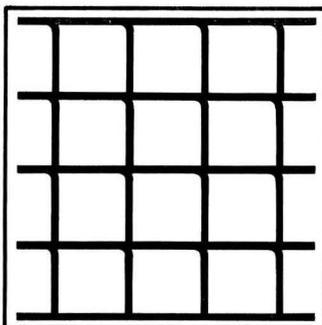

Fig. 42. — Décrochage des barres verticales pouvant se produire lorsque la résistance de fuite du séparateur est coupée ou trop élevée.
barres verticales à leur intersection avec les barres horizontales (fig. 42) et, parfois, par un décrochage dans le haut de l'écran.
3. — Résistance  $R_2$  coupée ou beaucoup trop élevée. L'aspect de la panne change suivant la position de la résistance  $R_3$  par rapport à l'ensemble  $C_2$ - $R_2$ . Si  $R_3$  est placée comme sur la figure 29, la coupure peut passer presque inaperçue avec, tout au plus, un « décrochage » des barres verticales comme dans la figure 42. Mais si  $R_3$  est connectée entre le point commun  $C_1$ - $C_2$  et la masse, la coupure de  $R_2$  entraînera presque certainement une instabilité totale, horizontale et verticale.